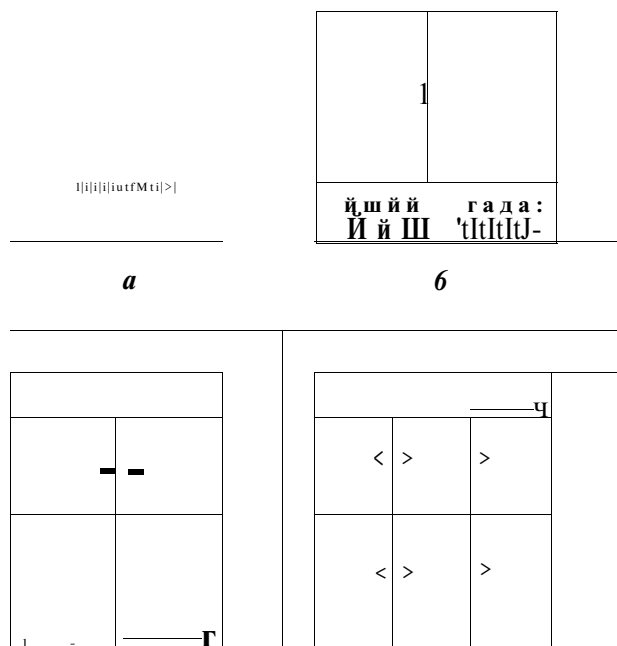

Рис. 15-2. Шкафы холодильные:
**Холодильные шкафы (рис. 15-2)** предназначены для хранения продуктов, полуфабрикатов и готовых блюд. Шкаф состоит из охлаждаемой камеры и машинного отделения, которое расположено в нижней части. Корпус шкафа облицован снаружи покрашенной листовой сталью и из-